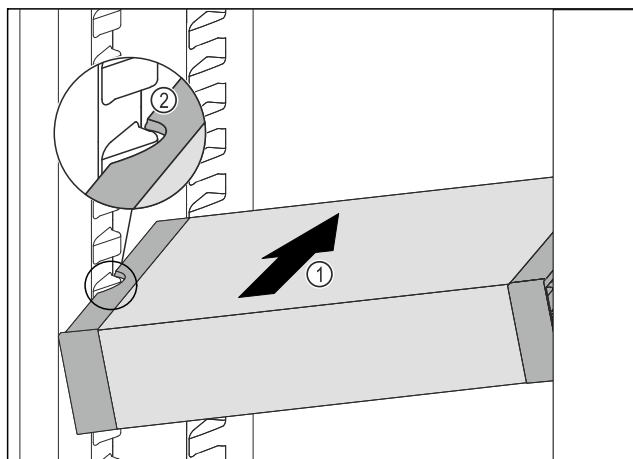

Fig. 123
- ▶ Skyv VarioSafe skrått inn i kjøleskapsdelen Fig. 123 (1), til utsparingene på sidene av Fig. 123 (2) VarioSafeser på nivå med rillene i kjøleskapet.